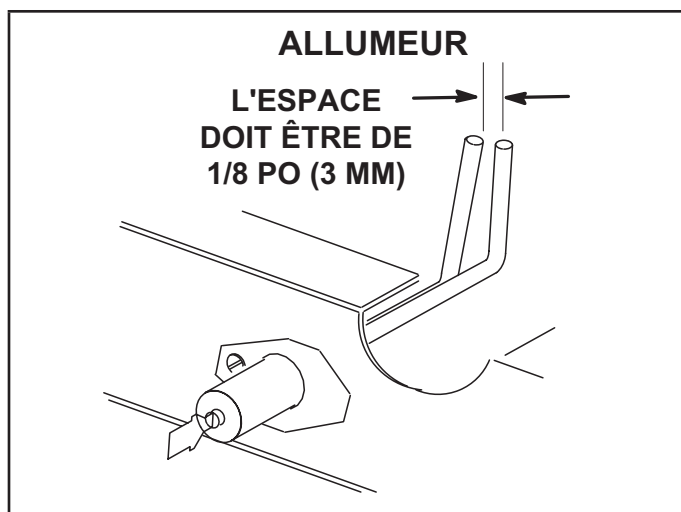

FIGURE 37
- 4 - Localiser l'allumeur sous les brûleurs de gauche. Vérifiez l'écartement des contacts à l'aide de mèches hélicoïdales ou de jauges d'épaisseur de la taille appropriée. Reportez-vous à la FIGURE 37.
- 4 - Vérifiez l'alignement de l'allumeur et du capteur comme indiqué à la FIGURE 37 et au TABLEAU 18.